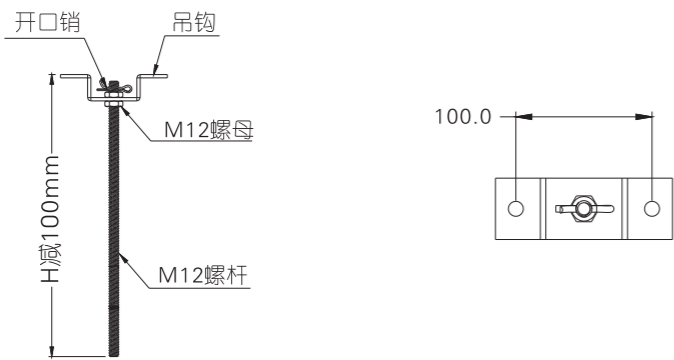

图 3
2.银幕配套了安装架，用其中的吊钩、螺杆(M12)、螺母(M12)组成以下吊架装置， 将螺杆(M12)长度裁至:H减100mm，H为上一步骤所测混凝土房顶的底面到天花板的底面高度距离。（例如：H为500mm,吊架长度为500mm减100mm=400mm），如图3所示。